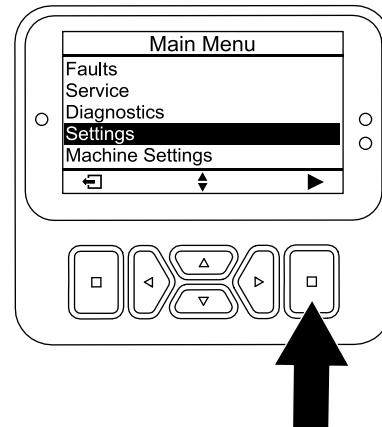

Figura 27
1. Dal MENU PRINCIPALE, scorrete in giù fino al menu IMPOSTAZIONI, poi premete il pulsante Invio (Figura 27).